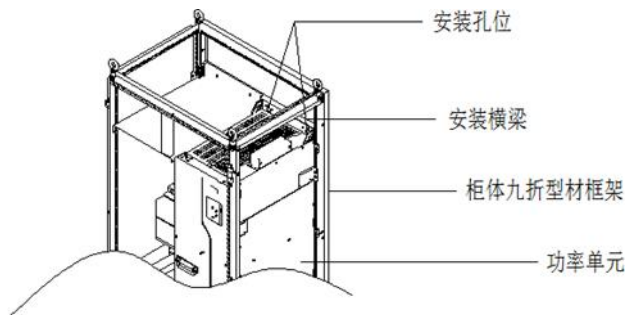

图 4-7 SVD580 55~500kW 各类机型的机柜 3D
- （2）SVD580 55~500kW 各类机型装入九折型材 600mm 深机柜时，安装横梁必须向内弯折（如图 4-7 所示），借用立柱的空间（在装 800mm 深或以上标准机柜时，无此限制）。